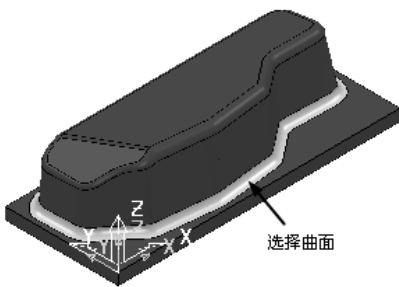

图 5-96 选择曲面 4
- 1) 在图形区选择图 5-96 所示的曲面作为加工曲面。